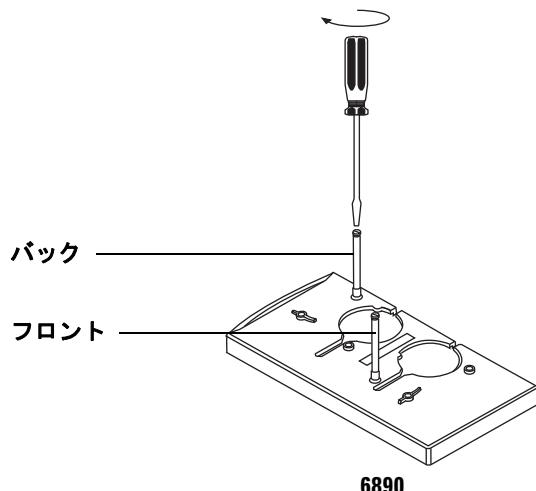

図 16 取り付けポストの装着 (6890 GC)
- **6890 シリーズ GC。** 注入口カバーを、希望に応じてフロントインジェクタまたはバックインジェクタの位置に取り付けます。ポストを最後まで回しきる必要があります (図 16 を参照)。